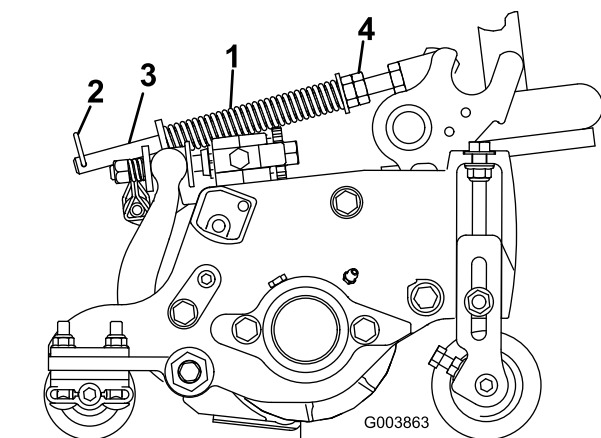

Рисунок 14
Пружина коррекции внешнего вида грунта (Рисунок 14) переносит вес с переднего на задний каток. Это препятствует образованию на грунте волнообразных неровностей (так называемые «волны» или «тряски»).
- 1. Убедитесь в том, что шплинт вставлен в заднее отверстие штока пружины (Рисунок 14).
2. Затяните шестигранные гайки в передней части штока пружины так, чтобы длина сжатой пружины была равна 12,7 см на Reelmaster 5410 (с 5-дюймовыми режущими блоками), или 15,9 см на Reelmaster 5510 (с 7-дюймовыми режущими блоками); см. Рисунок 14.